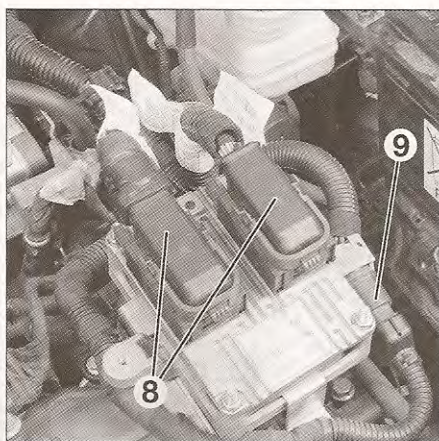

FIG. 27
- los conectores (8) del calculador de gestión motor (fig. 27).
- el conector (9) del cableado motor.